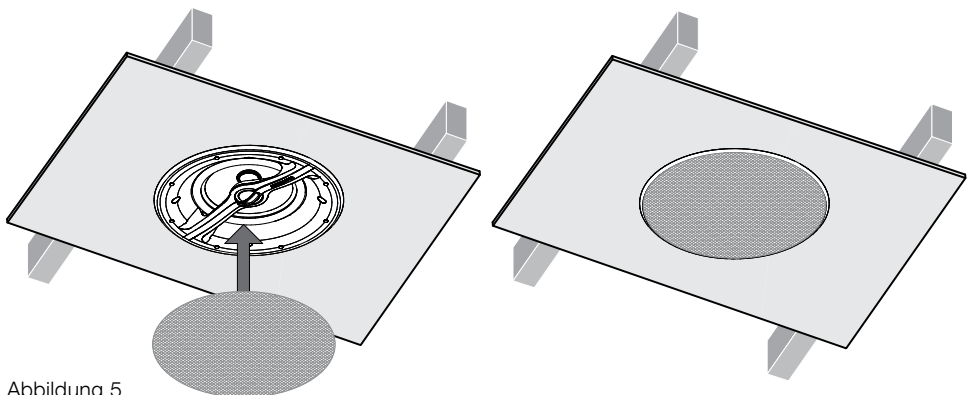

Abbildung 5
**4.5** Jetzt kann die Abdeckung angebracht werden. Sie wird magnetisch in Position gehalten. Richten Sie sie einfach entsprechend der Nut im Rahmenflansch aus, wo sie einrastet. In Abbildung 5 ist das Anbringen der Abdeckung dargestellt.